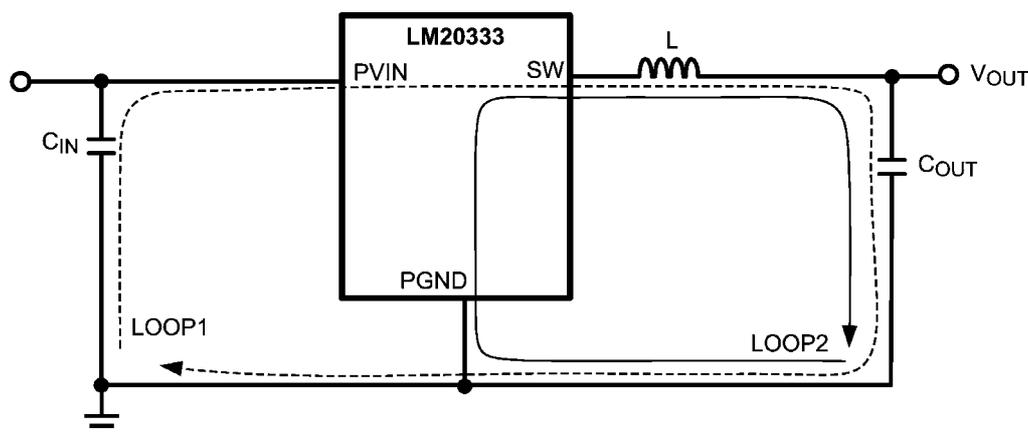

FIGURE 13. Schematic of LM20333 Highlighting Layout Sensitive Nodes
1. スwitchングされた電流ループの面積を最小限に抑えます。降圧型レギュレータには電流が高いスルーレートのスイッチする2つのループが存在します。最初のループは入力コンデンサから始まり、レギュレータのVINピン、レギュレータのSWピン、インダクタ、そして出力コンデンサおよび出力負荷につながる経路です。もう1つは、出力コンデンサのグラウンドから始まり、レギュレータのGNDピンを通過して、インダクタから出力負荷へと至るループです (Figure 13 参照)。両方のループ面積を最小化するために、入力コンデンサをVINピンの可能な限り近くに配置してください。入出力コンデンサ両方は、表層のグラウンド・ポイントおよび露出パッド (EP) に接続してください。インダクタをSWピンおよび出力コンデンサの可能な限り近くに配置してください。